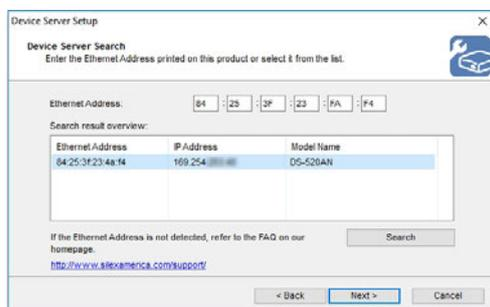

FIG. 20 – SÉLECTIONNER LE PÉRIPHÉRIQUE DANS LA LISTE
- ! Même s'il n'y a qu'un seul périphérique dans la liste, sélectionnez ce dispositif dans la liste pour le marquer correctement (Fig. 20 – haut). Sinon, l'étape de configuration suivante risque d'échouer.